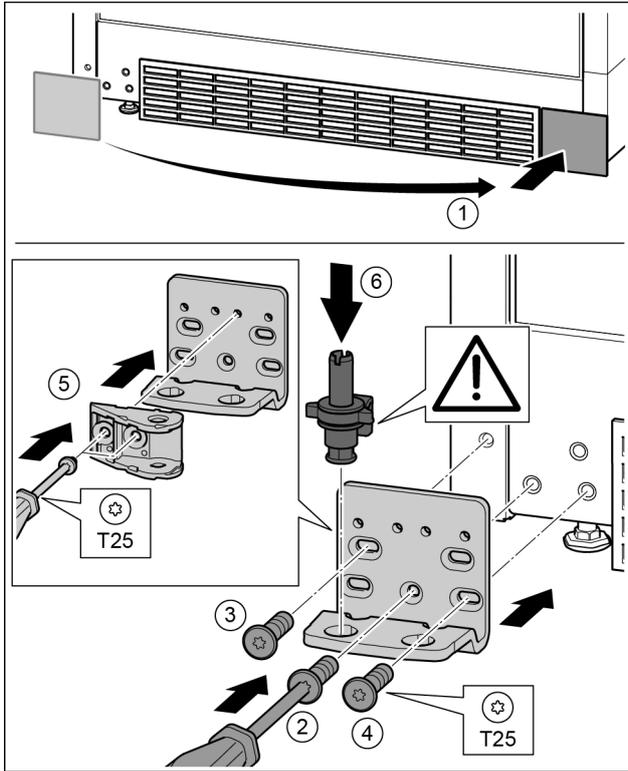

Fig. 32
- ▶ Abdeckung abnehmen und auf der anderen Seite anbringen. Fig. 32 (1)
- ▶ Lagerbock auf der anderen Seite ansetzen und mit Hilfe eines Schraubendrehers T25 anschrauben. Mit Schraube 2 unten in der Mitte beginnen. Fig. 32 (2)
- ▶ Schraube 3 und 4 festschrauben. Fig. 32 (3, 4)
- ▶ Schließdämpferverbindung um 180° drehen. Auf der anderen Seite des Lagerbocks mit Schraubendreher T25 anschrauben. Fig. 32 (5)
- ▶ Lagerbolzen komplett einsetzen. Dabei darauf achten, dass der Rastnocken nach hinten zeigt. Fig. 32 (6)